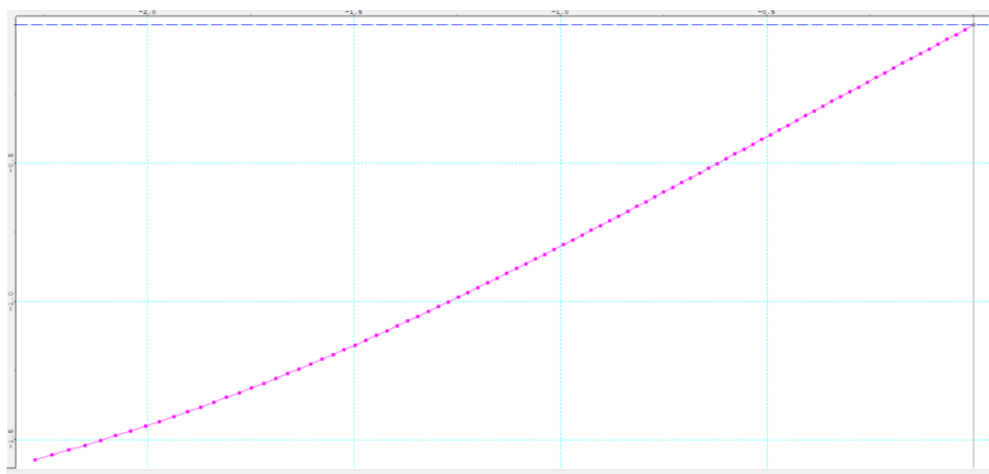

FIGURE 8 – Courbe obtenue sur Meca3D
- La courbe à obtenir est présentée sur la Figure 8.